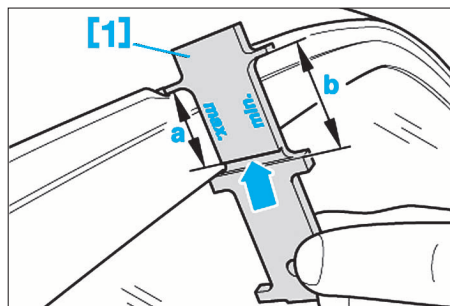

FIG. 69
- Placer le gabarit de réglage [1] sur le pavillon ou au niveau du bord supérieur des gouttières (Fig.69).